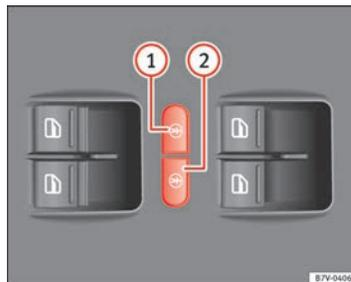

Fig. 51 Sur la porte du conducteur : touches de sécurité enfants électrique.
La sécurité enfants électrique empêche l'ouverture et la fermeture des portes coulissantes et des lève-glaces électriques des portes depuis l'intérieur, pour que les enfants n'ouvrent pas de porte pendant la conduite. La touche de gauche ⇒ fig. 51 ① ou de droite ②, permet d'activer la sécurité enfant du côté arrière gauche ou droit respectivement.
Activation :	Appuyez sur la touche ⇒ fig. 51 ① ou ②.